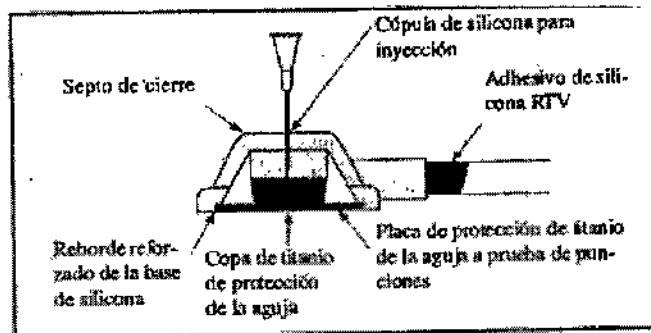

Figura 3
- b) Penetrar el lugar de inyección hasta que la aguja pare en la protección de la aguja, según se muestra en la Figura 3.